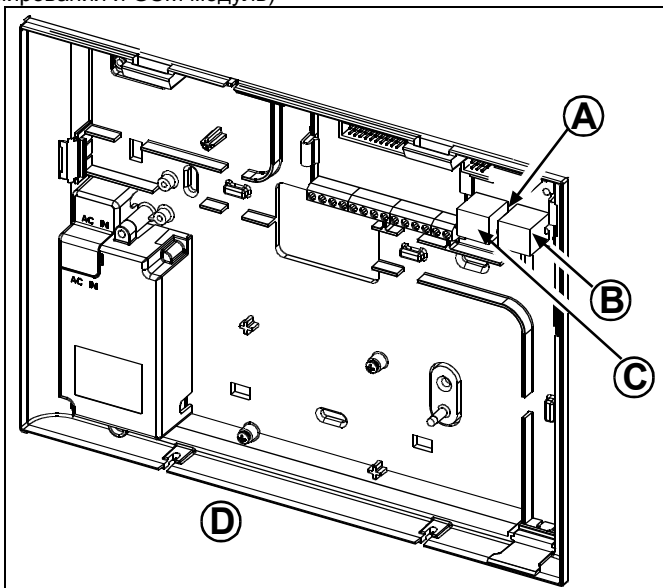

Рисунок 3.20 – Установка RS-232 модуля
2. Подключите ПК или GSM к одному из гнезд (А или В) (см. Рис. 3.20)